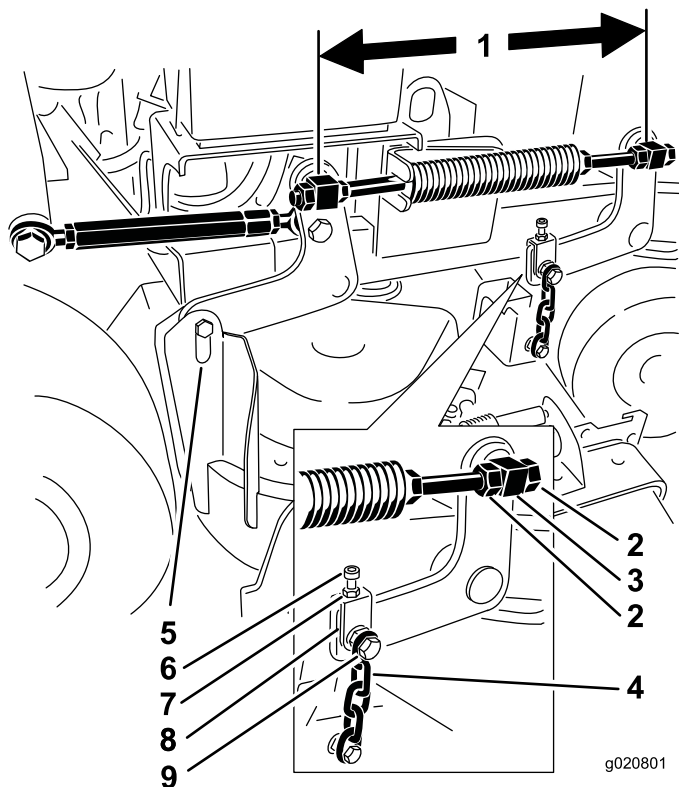

Figure 81
- Contrôlez la distance entre les centres des pivots (entraxe) sur chaque tige filetée. La longueur nominale est de 49,5 cm (19-1/2 po) pour les tabliers de coupe de 91 cm (36 po) et de 43,7 cm (17-3/16 po) pour les tabliers de coupe de 102 cm (40 po) (Figure 81).
11. Si un réglage est nécessaire, desserrez le boulon de chaîne supérieur (Figure 81).
6. Desserrez les boulons de chaîne supérieurs (Figure 81).